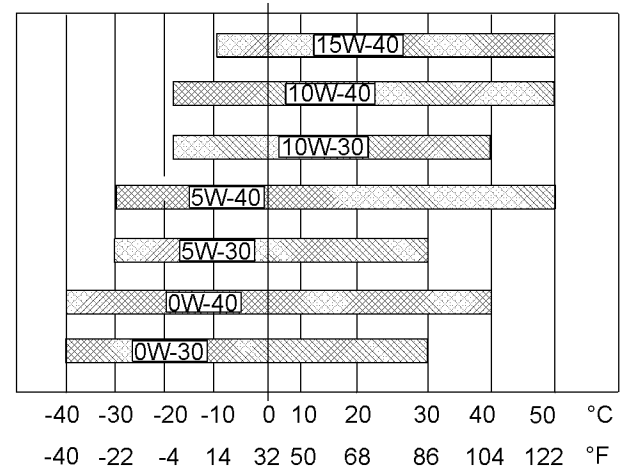

Ilustración 42
Consulte la Ilustración 42 (temperatura mínima) para determinar la viscosidad necesaria del aceite para arrancar un motor frío.
Consulte la Ilustración 42 (temperatura máxima) para seleccionar la viscosidad de aceite para la operación del motor a la temperatura ambiente más alta esperada.
- Consulte las “viscosidades de lubricante” correctas. Consulte la Ilustración 42 para encontrar el grado correcto de viscosidad de aceite para su motor.